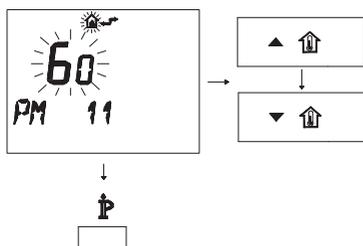

Figura 5.58
• Per modificare il SET programmato agire sui pulsanti o e aspettare che il numero programmato cominci a lampeggiare (Figura 5.58). Ogni passo incrementato o decrementato corrisponde a 1 secondi.